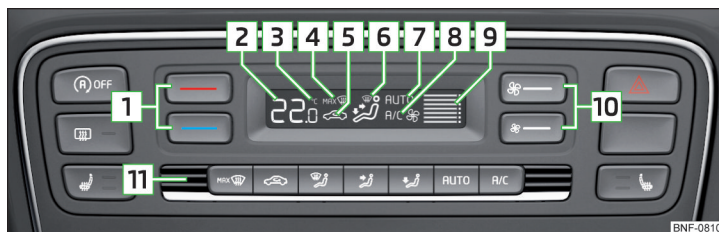

Fig. 88 Elemente de operare a Climatronic
Funcțiile individuale se pot seta, respectiv activa prin apăsarea tastei corespunzătoare » fig. 88. Când funcția este activată, pe ecran apare simbolul corespunzător.
Nu acoperiți senzorul pentru temperatura din interior **11** » fig. 88 - poate fi afectată funcționarea sistemului Climatronic.
- Pentru **activare** apăsați tasta **AUTO**. Pe afișaj apare **AUTO** (Poz. **7** » fig. 88 la pagina 74).